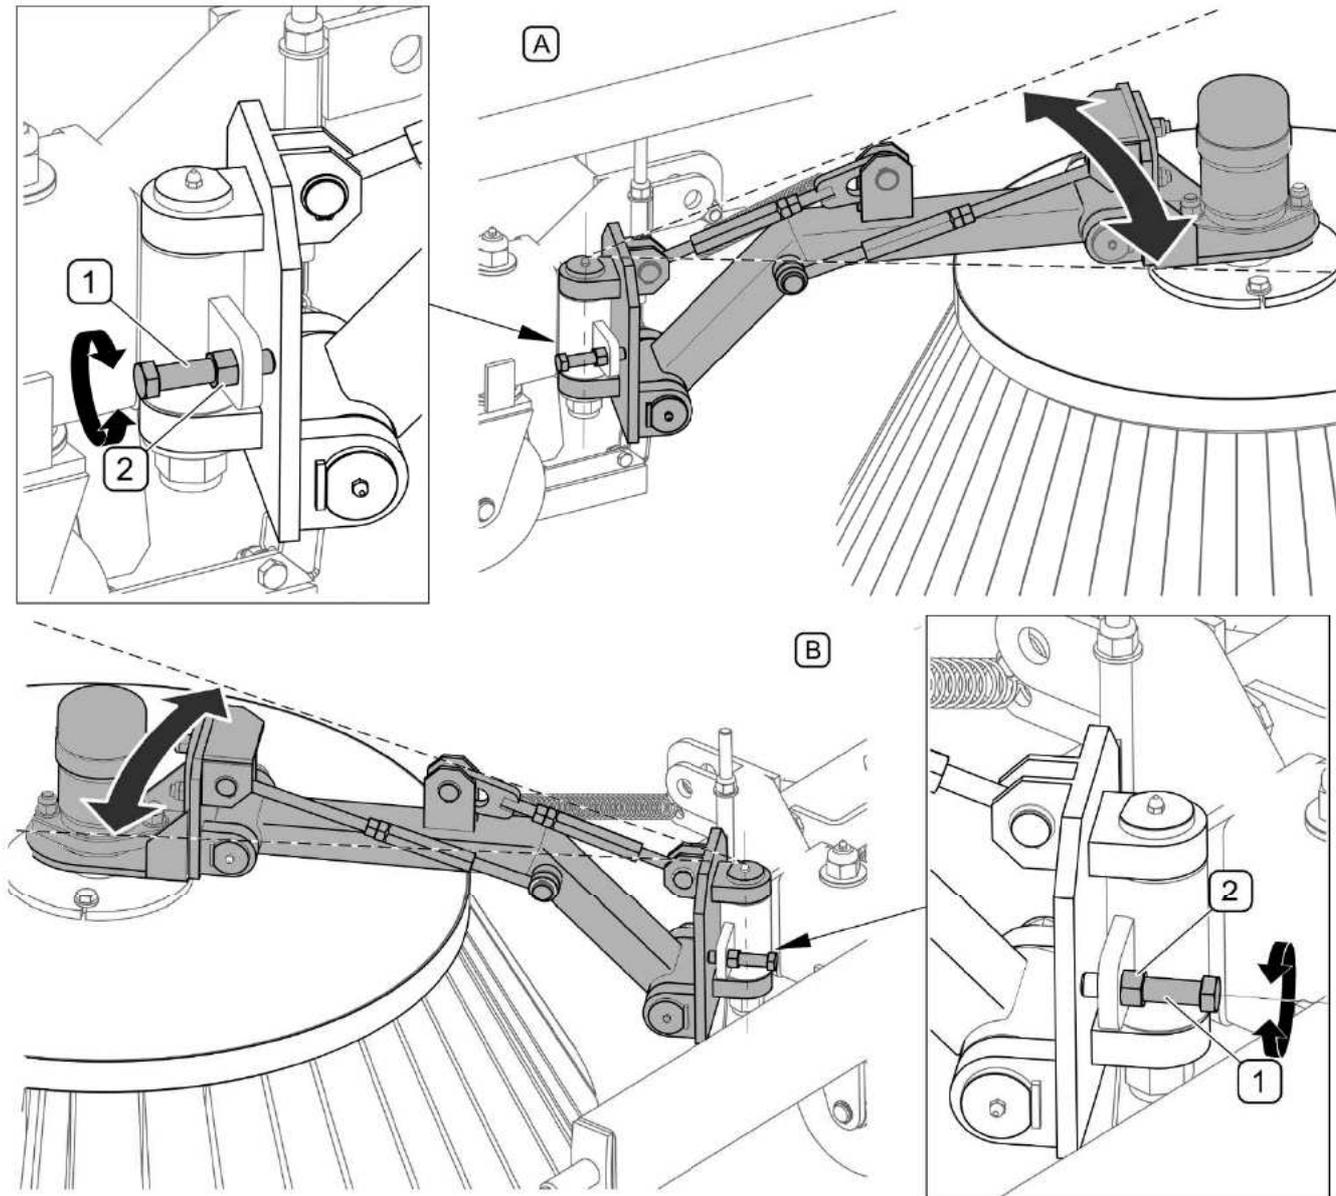

ABB. 5.9 Einstellung der seitlichen Neigung der Bürsten
- 4) Einstellung der seitlichen Neigung der Bürsten (ABB. 5.9)
Während des Betriebs der Maschine neigen sich die rechte (A) und linke (B) Bürste nach außen (ABB. 5.9) und nach dem Anheben des Kehrsystems bewegen sich die Bürstenarme durch die Zugfedern in Richtung Mitte der Maschine. Der Bereich der waagerechten Bewegung wird durch die Schrauben (2) begrenzt. Die rechte (A) und linke (B) Bürste kann beliebig in Abhängigkeit von der gewünschten Kehrbreite eingestellt werden.
Um die Neigung der Bürsten (ABB. 5.9) einzustellen, ist wie folgt vorzugehen: